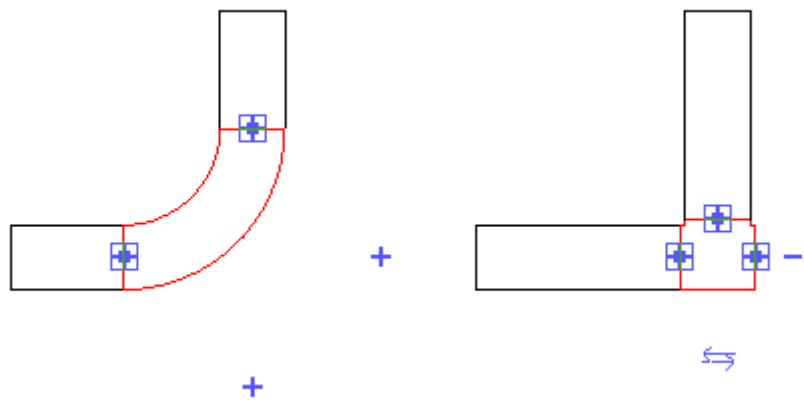
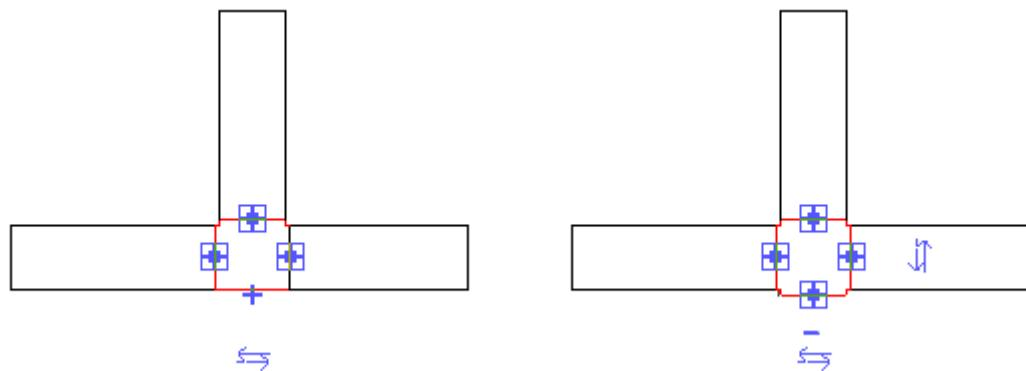

Рисунок 4.13. Добавление к отводу ответвления
Рисунок 4.14. Добавление к тройнику открытого конца для присоединения ответвления
2. Чтобы к отводу добавить ответвление, щелкните знак "плюс" (рисунок 4.13). В приведенном выше примере отвод заменяется более сложным фитингом – тройником. Если присоединить к открытому отводу тройника воздуховод, на месте оставшегося потенциального отвода появляется знак "плюс", как показано на тройнике слева (рисунок 4.14).